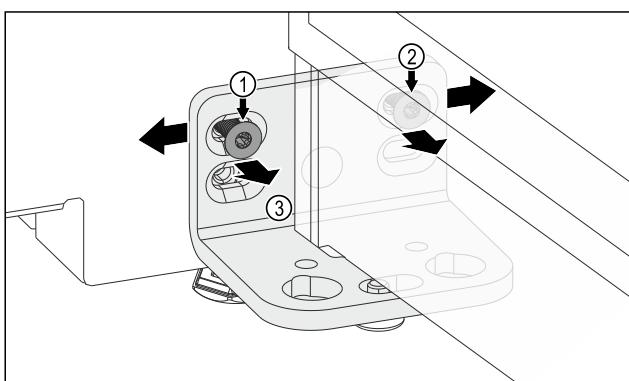

Fig. 12
- Schraube Fig. 12 (1) und Schraube Fig. 12 (2) lösen. Für Schraube Fig. 12 (2) brauchen Sie einen kurzen Winkelschraubendreher.
- Tür mit Scharnierwinkel Fig. 12 (3) nach links verschieben.
- Tür mit Scharnierwinkel Fig. 12 (3) nach rechts verschieben.
- Endposition der Tür ist erreicht: Schraube Fig. 12 (1) und Schraube Fig. 12 (2) festschrauben.